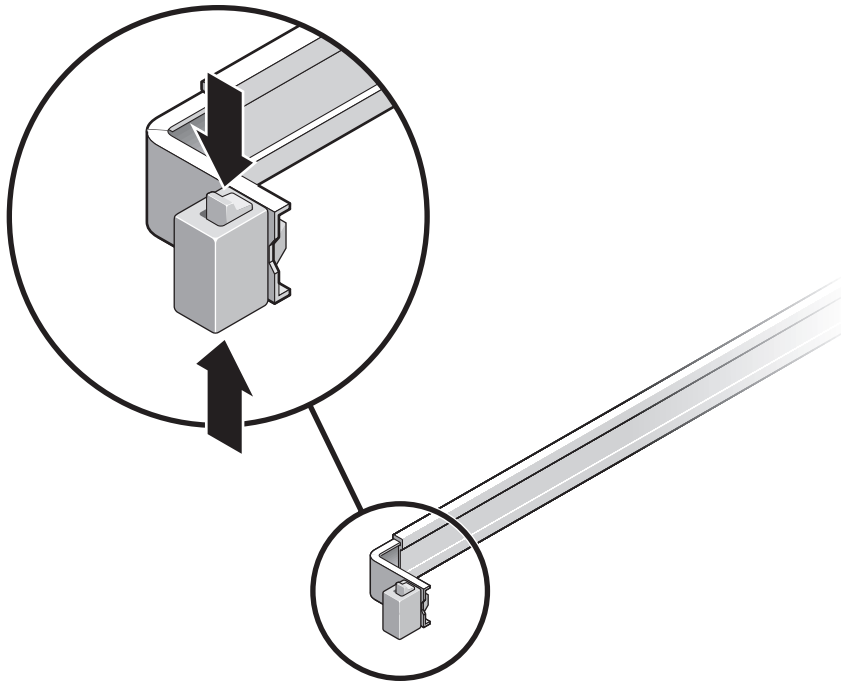

ABBILDUNG 2-1 Entsperrten der Schienenbaugruppe
- a. Drücken Sie hierzu die obere und die untere Sperrtaste der Schienensperre gleichzeitig nieder (ABBILDUNG 2-1).